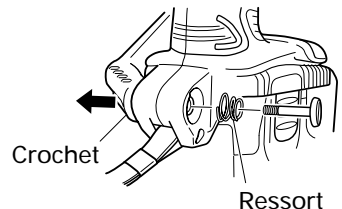

Fig. 7
- Retirer le crochet et le ressort (Fig. 7).